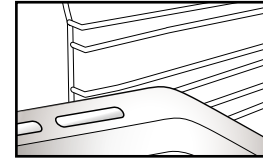

Fig. 2
2. Alte accesorii, precum tava pentru scurgerea grăsimii și tava de copt, se introduc la fel ca grătarul metalic (Fig. 2).